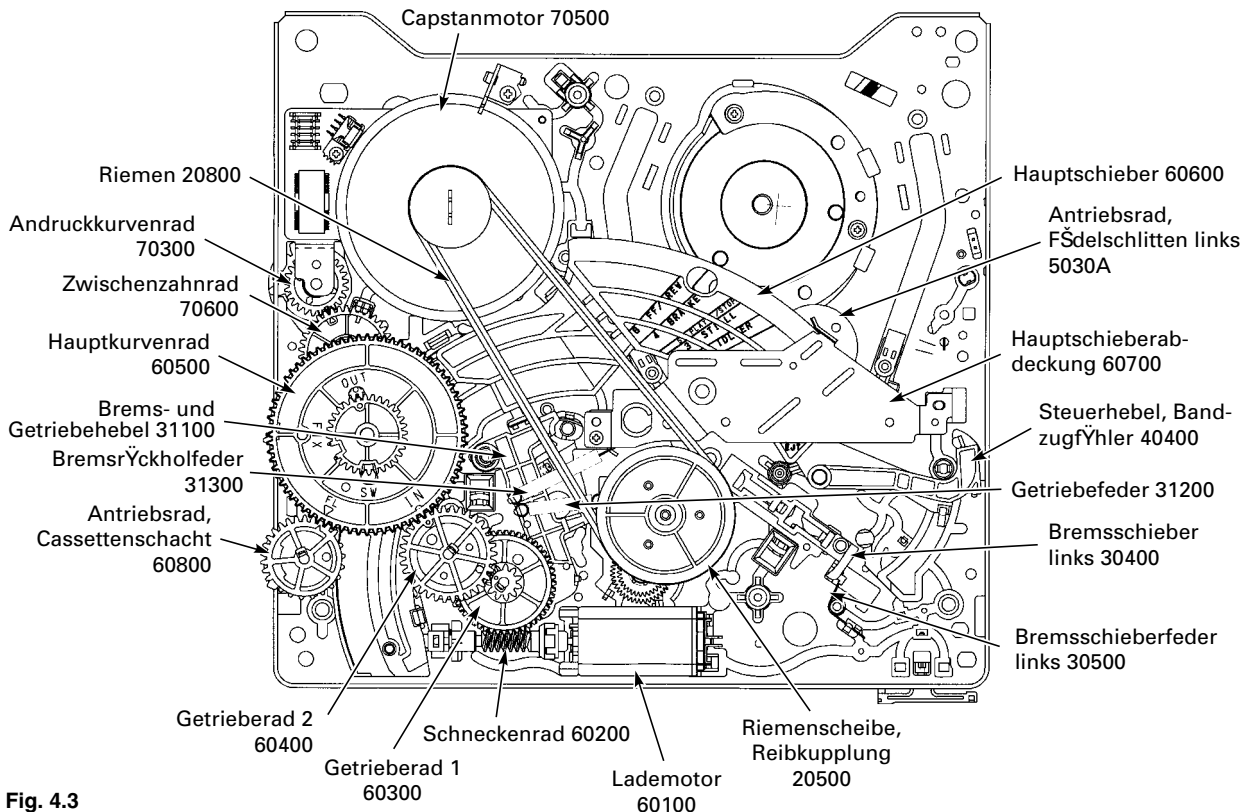

Fig. 4.3
– Durch Drehen des Schneckenrades (Pos. 60200) am Lademotor (Pos. 60100) oder durch Drehen der Zahnräder (Pos. 60300, 60400 und 60500) bei ausgebautem Schneckenrad (Pos. 60200) können die Laufwerksfunktionen von Hand überprüft werden (Fig. 4.3).